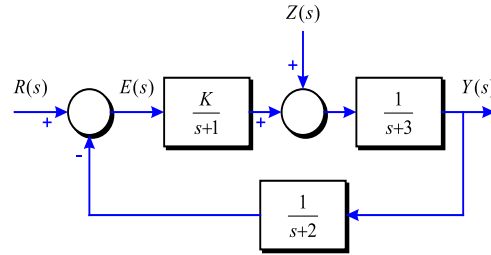

Figura 3-12
**Problema 61** Pel sistema de la Figura 3-12, obteniu en funció de  $K$  el valor del senyal d'error  $e(t)$  en règim permanent quan l'entrada és un graó d'amplada 2 y la pertorbació  $Z$  és un graó d'amplada 1 i retardat 1 segon.